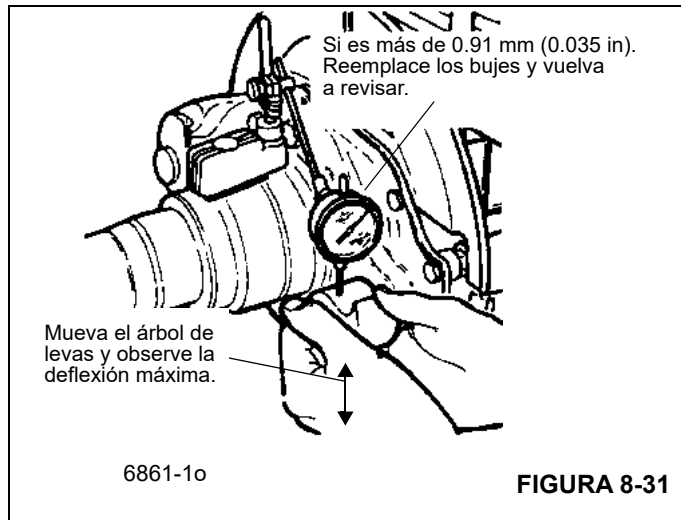

FIGURA 8-31
10. Cada vez que se retiren las zapatas de freno, revise el juego radial del árbol de levas según se indica en los pasos 10a al 10e y en la (Figura 8-31). Además, consulte *Reparación/sustitución del árbol de levas*, página 8-41 en esta sección.